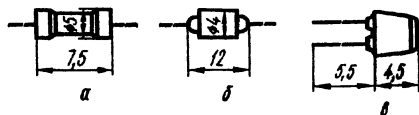

Рис. 266. Внешний вид и основные размеры импульсных диодов (5—1 нс)
КД509А, КД510А. Диапазон рабочих температур от  $-40$  до  $85^{\circ}\text{C}$  (рис. 266, а),
КД512А. Диапазон рабочих температур от  $-40$  до  $85^{\circ}\text{C}$  (рис. 266, б).
**КД518.** Диапазон рабочих температур от —60 до +85° С (см. рис. 266, в).
**КД521 (А, Б, В, Г, Д).** Диапазон рабочих температур от —60 до +125° С (см. рис. 266, г). Наибольшая температура корпуса 150° С. Диоды маркируются одной широкой и двумя узкими цветными полосками: КД521А — синими, КД521Б — серыми, КД521В — желтыми, КД521Г — белыми, КД521Д — зелеными.
**КД522 (А, Б).** Диапазон рабочих температур от  $-55$  до  $+85^{\circ}\text{C}$ . Наибольшая температура корпуса  $125^{\circ}\text{C}$  (см. рис. 266, з).